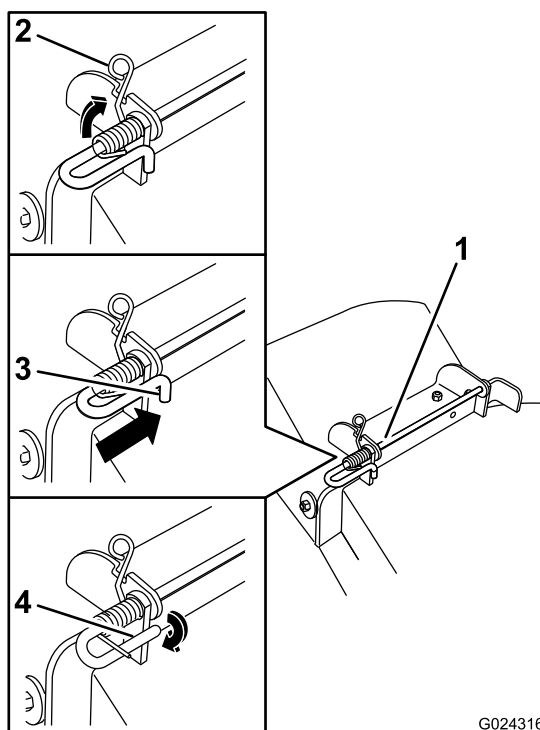

Figura 68
5. Levante el extremo del muelle que tiene bucle y colóquelo en la muesca del soporte del deflector (Figura 68).
6. Fije el conjunto de varilla y muelle torciéndolo de manera que el extremo corto de la varilla pueda colocarse detrás del soporte delantero que está soldado a la carcasa (Figura 68).